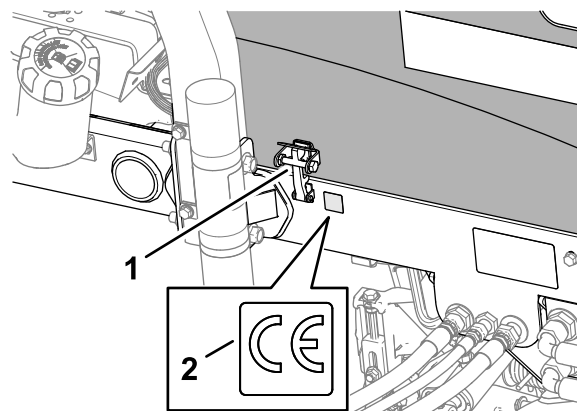

Figura 38
3. Pulite il telaio sinistro in prossimità del fermo del cofano con alcol e lasciate che il telaio si asciughi (Figura 38).
4. Rimuovete la parte posteriore e applicate l'adesivo CE sul telaio come illustrato nella Figura 38.